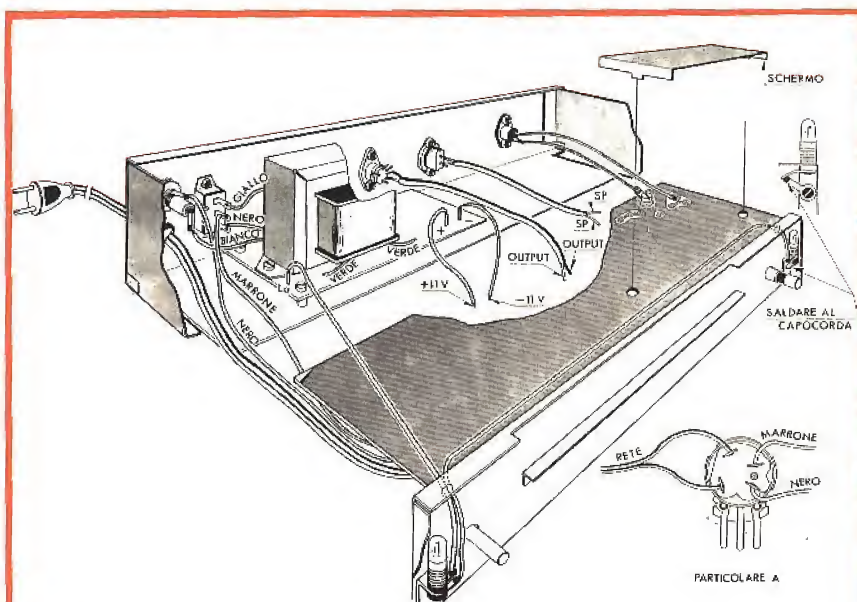

Fig. 8 - Esploso di montaggio relativo ai collegamenti del trasformatore e di altri componenti la basetta del ricevitore.
● Saldare alla presa coassiale di antenna, due conduttori aventi la lunghezza di circa 6 cm - fig. 8.
- Saldare al c.s., attenendosi alla scigrafia e alla fig. 8, i due conduttori provenienti dalla presa coassiale di antenna. Il conduttore proveniente dal terminale centrale della presa sarà saldato al terminale antenna del c.s., quello proveniente dal terminale laterale sarà invece saldato al capocorda di massa posto fra la vite del distanziatore esagonale ed il lato rame del c.s.
**N.B.** - In presenza di segnali molto forti in antenna si consiglia l'aggiunta di due diodi del tipo BAY46, come si nota nel particolare di figura 1, al fine di evitare che il transistor TR1 si danneggi. In presenza di disturbi provenienti dalla rete di alimentazione è doveroso inserire due condensatori da 4,7 nF 630 Vn tipo G.B.C. BB/2440-00 sui terminali dell'interruttore, facente capo al potenziometro P2, ed esattamente tra il terminale del filo marrone e massa l'uno e tra il filo nero e massa l'altro condensatore, osservando il particolare A della fig. 8.